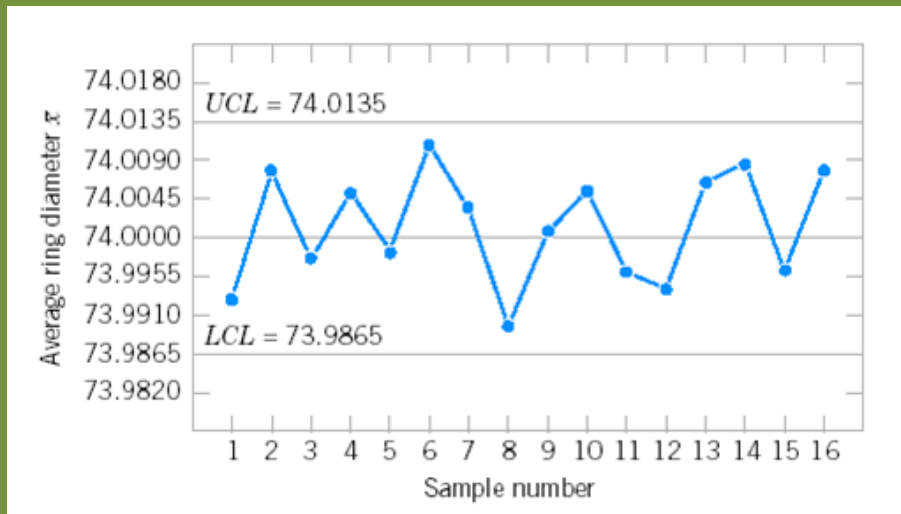

Figura 6.2: Gráfico de control \bar{X} .
2. El gráfico de control \bar{X} lo tenemos en la Figura 6.2.
1. Sí, pues como se ve en el *gráfico de control* \bar{X} (Figura 6.2) todas las medias muestrales caen dentro de los límites de control.